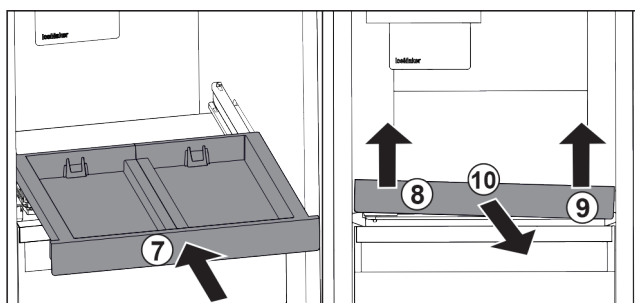

Fig. 120
- Auszugsbord einschieben. Fig. 120 (7)
- Auszugsbord vorne links anheben. Fig. 120 (8)
- Auszugsbord vorne rechts anheben. Fig. 120 (9)
- Auszugsbord nach vorne entnehmen. Fig. 120 (10)